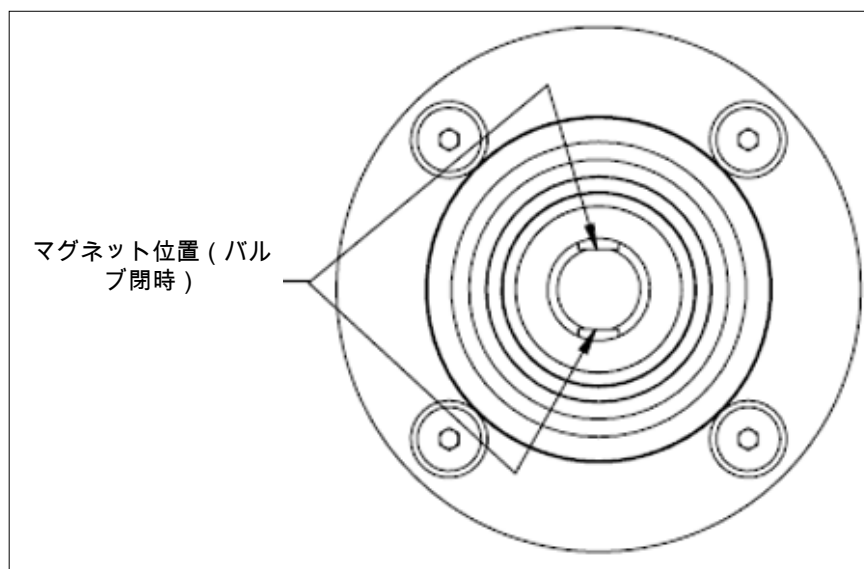

図21 - バルブ閉時のマグネット位置
5. ターンバックルアセンブリがステムと平行で、マグネットが閉位置にあることを確認し (図 21)、取り出しブラケットに接続します。